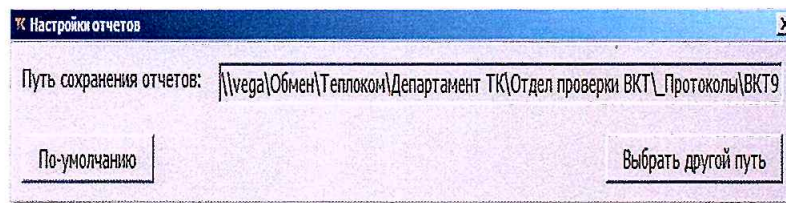

Рис.4
- создайте каталог (папку) для протоколов, укажите «путь» для их сохранения (рис.4).